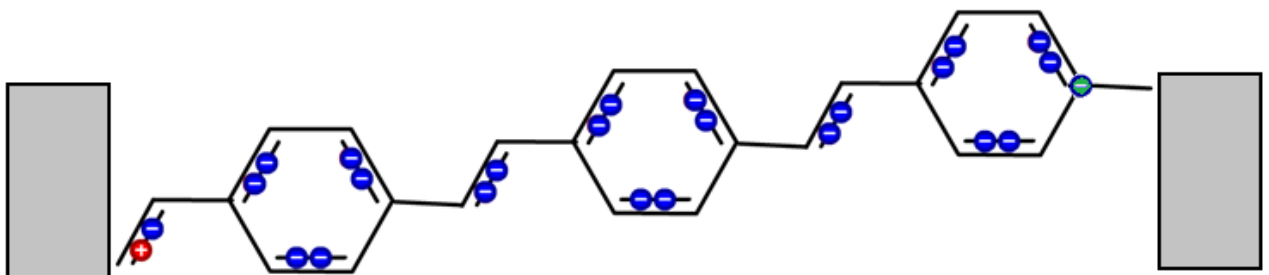

Abb. 4: Device-Struktur der OLED mit Fokus auf die Polymerschicht. Die Elektroden sind vereinfacht als Rechteckflächen dargestellt.
3. Abb. 4 zeigt die Situation im PPV-Molekül kurz nach der Injektion beider Ladungsträger. Kennzeichnen Sie im Bild die Anode und Kathode korrekt und ergänzen Sie die Pfade der Ladungsträger mithilfe von Pfeilen.